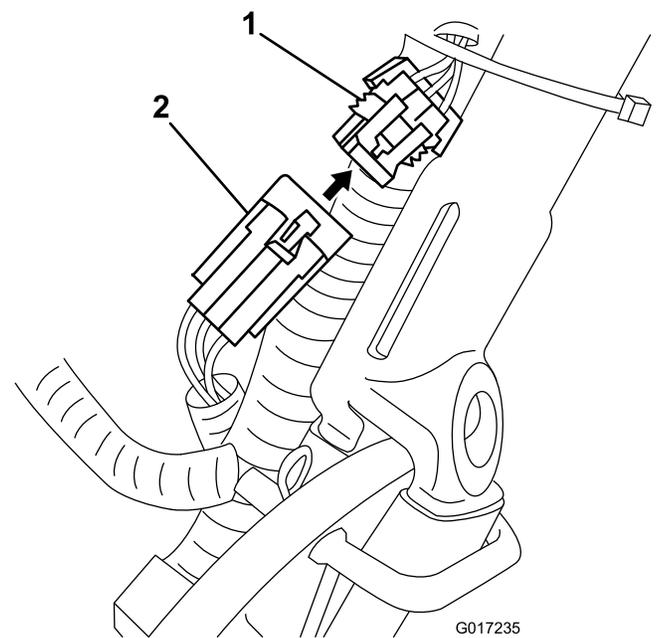

Figura 12
3. Desligue o pequeno conector na bateria da cablagem da máquina na cablagem principal (Figura 12).
14. Encaminhe a cablagem da bateria por baixo e por detrás da cablagem principal no lado esquerdo da máquina e ligue o pequeno conector de 6 pinos na cablagem ao conector correspondente na cablagem principal como se mostra em Figura 12.